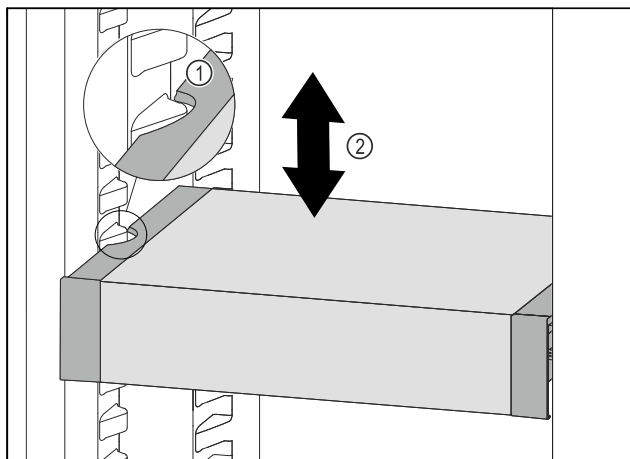

Fig. 126
- Tirare VarioSafe in avanti fino a quando le cavità laterali di VarioSafe non si trovano al livello della nervatura del contenitore nel vano frigorifero. Fig. 126 (1)
- Spostare VarioSafe verso l'alto o verso il basso nel vano frigorifero fino a raggiungere l'altezza desiderata. Fig. 126 (2)